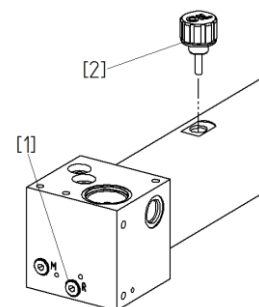

Fig. 3
- Abra el tornillo (1) y drene el aceite
- Cierre el tornillo (1)
- Llene con aceite hasta la marca de la varilla de aceite (2) [17] (consulte la Fig. 3)